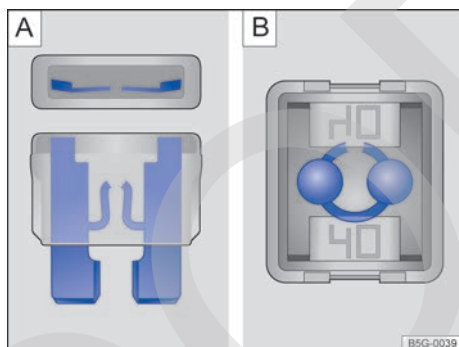

Fig. 178 Fusible fundido: **A** Fusible enchufable plano. **B** Fusible tipo bloque.
- Un *fusible enchufable plano* (ATO[®], MINI[®]) fundido se reconoce por la tira de metal quemada visible desde arriba y desde los laterales a través de la carcasa transparente → fig. 178 **A**.
- Un *fusible tipo bloque* (JCASE[®]) fundido se reconoce por la tira de metal quemada visible desde arriba a través de la carcasa transparente → fig. 178 **B**.